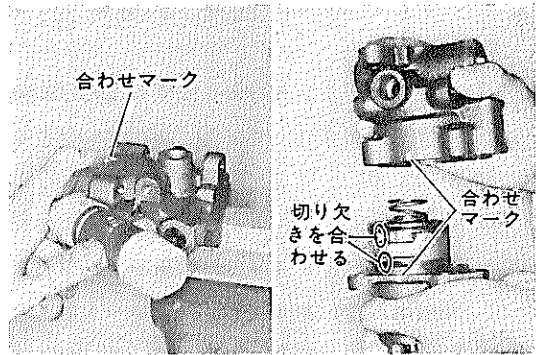

図6-6-9 フロント & リア ハウジング P7289
3. 組み付けは 図6-6-9の右のように組み付けボルトを仮締めしリザーバ タンクを組み付け後本締めする。
- ③オイル シールの取りはずしは下記要領で行なう。